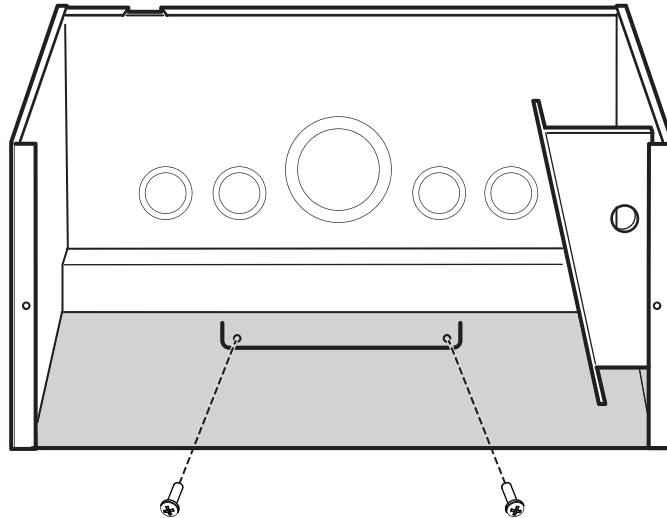

Figura 2-9 Montaje sobre la pared de la caja de derivación
- Use dos tornillos (no incluidos) para fijar el soporte del borde inferior del panel posterior a la pared. Consulte Figura 2-9.